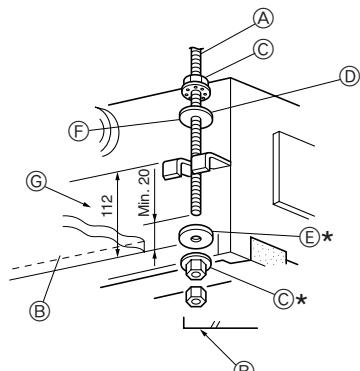

Fig. 2-7
1. Enrosque progresivamente las arandelas ① ② (suministradas) y sus respectivas tuercas (adquiridas localmente) en el perno de suspensión. (Fig. 2-7)
- * Realice esta operación en el siguiente orden (desde la parte superior): tuerca, arandela con aislante ②, arandela sin aislante ①, dos tuercas.
- * Coloque la arandela aislante ② con la superficie aislante hacia abajo, tal y como se indica en la figura.
2. Levante la unidad en su ubicación y alinéela adecuadamente con el perno de suspensión. Pase la ménsula entre las arandelas ① y ② ya colocadas y fíjela. Realice el mismo procedimiento en las cuatro ubicaciones.